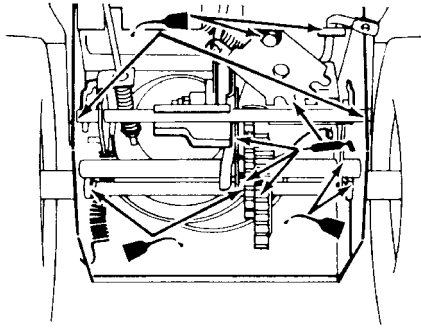

Figure 29
- Lubrifiez légèrement la déneigeuse avec de l'huile légère comme illustré à la Figure 29.
- Graissez la déneigeuse comme illustré à la Figure 29.